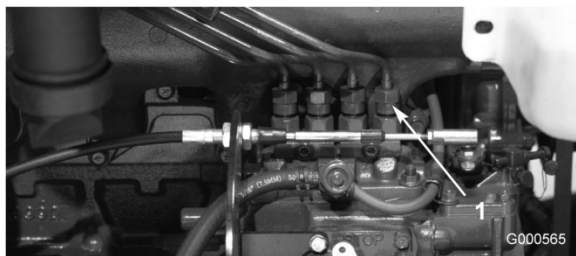

Figura 38
1. Allentate l'attacco del tubo con l'assieme del supporto e dell'ugello dell'iniettore n. 1 sulla pompa di iniezione (Figura 38).